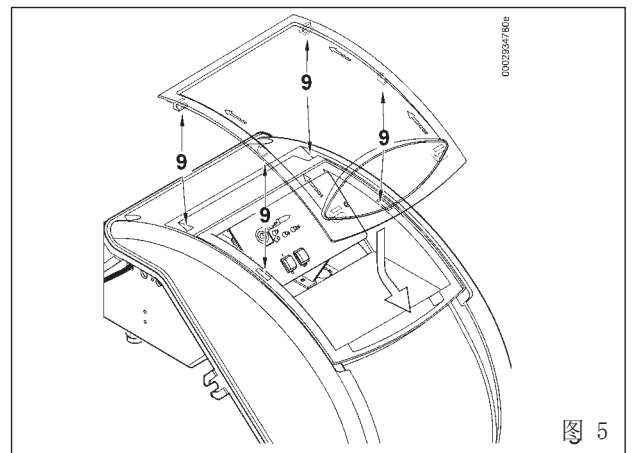

图 5
- 5) 为了正确安装好透明的盖板，如图5所示，对应各自的点（9）定位挂钩，并按箭头方向滑动门直到听到轻微的接触。这时就可以确保密封良好。